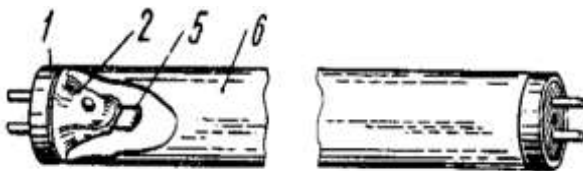

Рис.2
14. Укажите названия элементов люминесцентной лампы, обозначенные цифрами (рис.2).